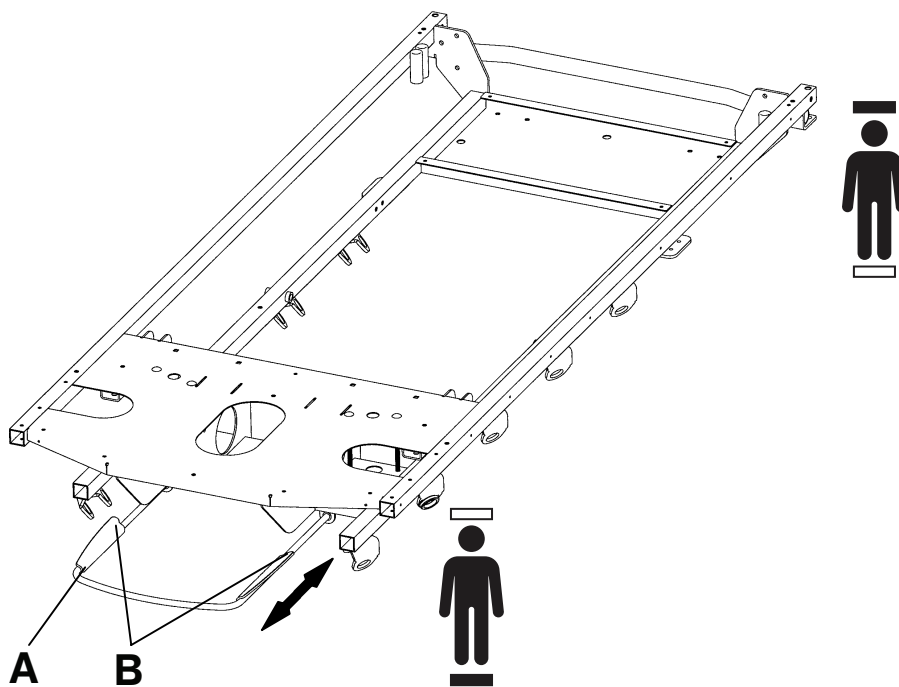

Figura 7 – Posizionamento del supporto per contenitore dei rifiuti
2. Sfilare il supporto per contenitore dei rifiuti (A) da sotto il telaio del lettino (Figura 7).
4. Fissare la parte superiore della bacinella sulle "alette" (B) del supporto per contenitore dei rifiuti.